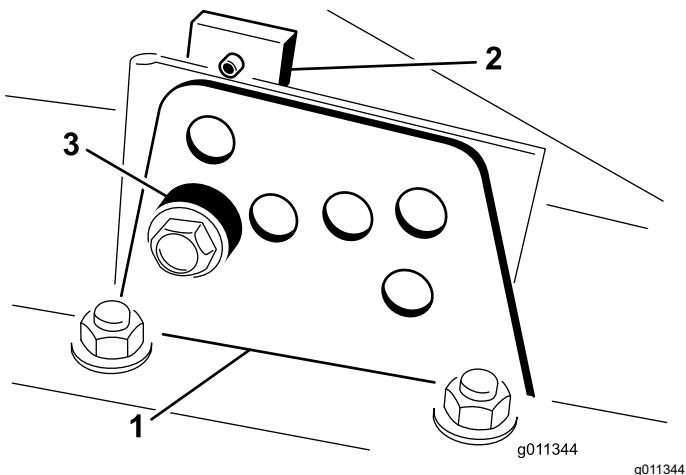

Figure 3
2. Desserrez le boulon qui fixe le support de hauteur de coupe à la plaque de hauteur de coupe (à l'avant et de chaque côté) (Figure 3).
- Tout en supportant la chambre, déposez l'entretoise (Figure 3).